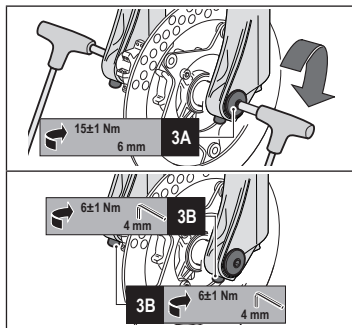

Figure 3 - Axe fixation fixe 20 mm: montage de la roue avant
- Alignez le centre de la roue avec les deux axes de la roue (voir **3A - Figure 3**).
- Introduisez l'axe à travers le bas de fourche droit, la roue et le bas de fourche gauche (voir **3A - Figure 3**).
- Serrez l'axe au couple prévu (**15±1 Nm**) en agissant sur le bouchon correspondant (voir **3A - Figure 3**) avec deux clés Allen de 6 mm.
- Serrez les vis situées sur les deux dispositifs de blocage au couple prévu (**6±1 Nm**) avec une clé Allen de 4 mm (voir **3B - Figure 3**).